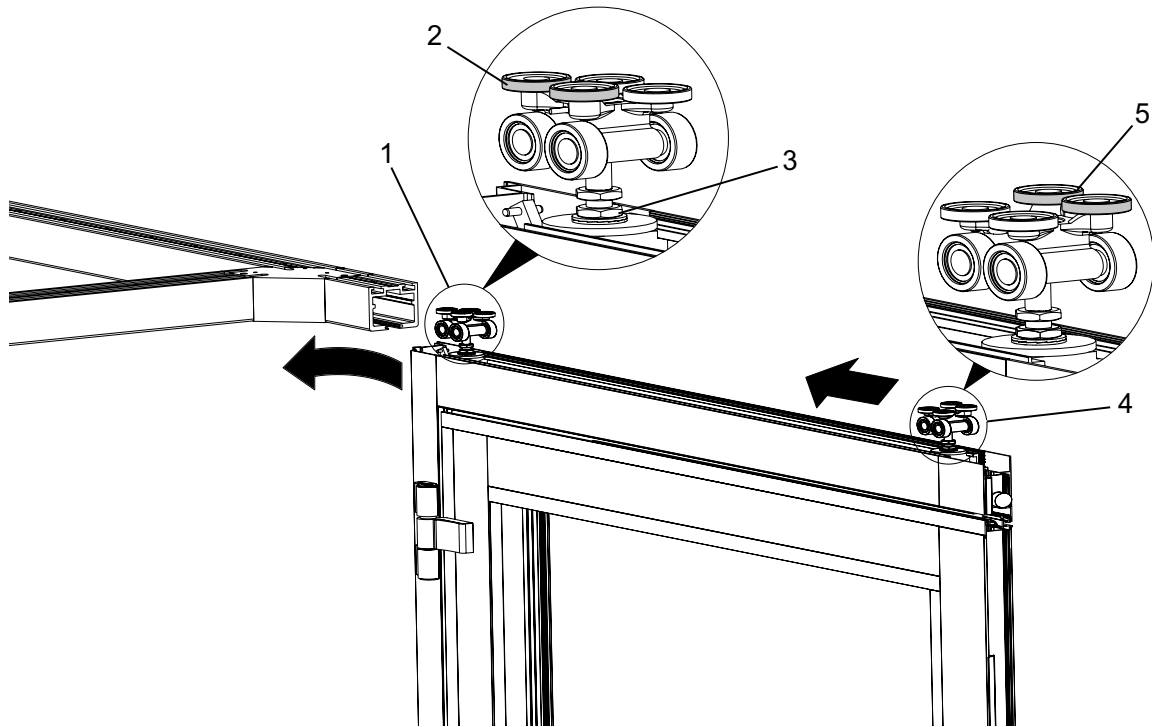
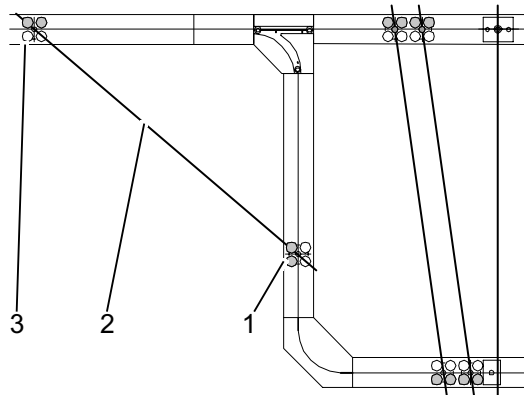

Abb. 15: Laufrichtung der Laufwagen einstellen
Abb. 16: Beispiel einer Bahnhofsituation (Draufsicht)
Die höher liegenden Führungsrollen geben die Laufrichtung vor. In den beispielhaften Abb. 15 und Abb. 16 läuft der vordere Laufwagen (Abb. 15/1 und Abb. 16/1) in den Abzweig. Die höher angeordneten Führungsrollen (Abb. 15/2) liegen auf der Innenbahnseite. Beim hinteren Laufwagen (Abb. 15/4 und Abb. 16/3) sind die Führungsrollen (Abb. 15/5) nach außen angeordnet. Der Laufwagen fährt im Bahnhof geradeaus.
3. Flügel (Abb. 16/2) in der vorgegebenen Reihenfolge (siehe separat gelieferte Anlagenzeichnung) mit den Laufwagen in die Laufschiene einhängen. Dabei mit dem Flügel beginnen, der als erster im Bahnhof geparkt wird.